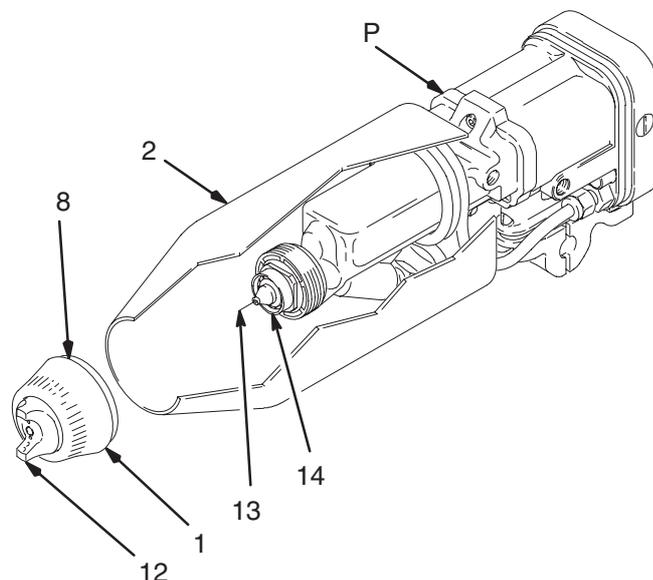

Fig. 11
2. Desmontar el conjunto del sombrerete de aire (1, 12) y el anillo de retención (2). Ver la Fig. 11.
3. Limpiar el producto de la boquilla del producto (14), el anillo de retención (2), y la superficie exterior de la pistola (P) con un trapo humedecido en disolvente. Evitar que entre disolvente en los pasajes de aire. Siempre que sea posible, apuntar la pistola hacia abajo mientras se limpia.
4. Si parece que hay pintura dentro de los pasajes de aire de la boquilla del producto (14), desmontar la pistola de la línea y repararla.
5. Limpiar el sombrerete de aire (12) con el cepillo de cerda suave y el disolvente o sumergirlo en un disolvente adecuado y limpiarlo.